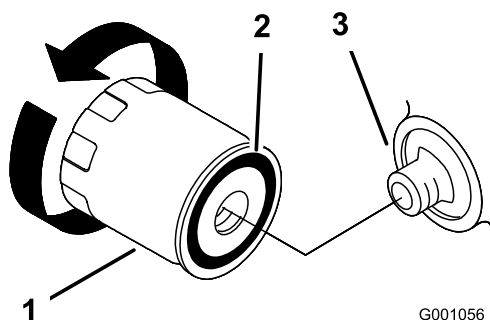

Рисунок 23
2. Снимите старый фильтр и протрите поверхность прокладки переходника фильтра (Рисунок 23).
3. Нанесите тонкий слой свежего масла на резиновую прокладку нового фильтра (Рисунок 23).
4. Установите сменный масляный фильтр на переходник фильтра, поверните масляный фильтр по часовой стрелке, пока резиновая прокладка не войдет в контакт с переходником фильтра, после этого затяните фильтр, повернув его еще 2/3 – 1 оборот (Рисунок 23).